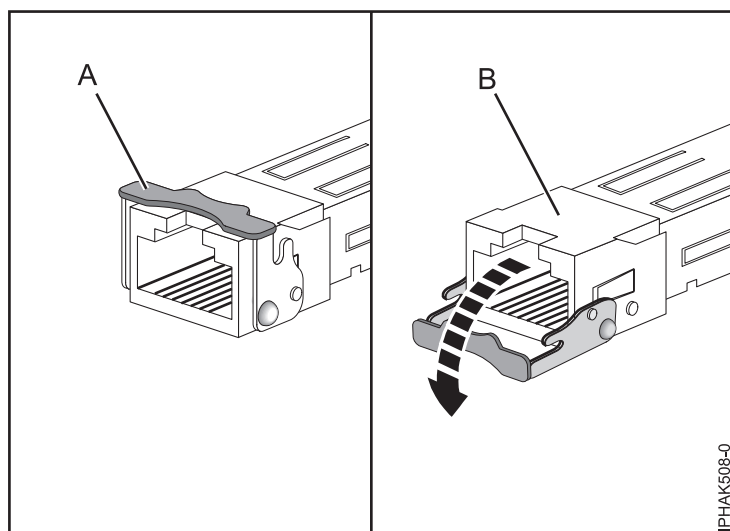

Figure 32. Retrait d'émetteurs-récepteurs SFP de cartes
**Remarque :** Certaines unités FRU de carte Ethernet ou Fibre Channel nécessitent le retrait (le cas échéant) des émetteurs-récepteurs SFP (compacts et enfichables) pour permettre de retirer la contre-poupée. Placez la carte à plat sur une surface antistatique, ouvrez le loquet (A) en le faisant pivoter vers le bas et en l'écartant de la carte, comme illustré à la figure 32, à la page 43. Faites ensuite glisser l'émetteur-récepteur (B) pour le sortir de la carte. Répétez l'opération pour l'autre émetteur-récepteur.
11. A l'aide d'un tournevis cruciforme, vissez les deux vis de fixation (B) pour fixer la contre-poupée (A) provenant de la carte PCI défectueuse sur la nouvelle carte PCI.